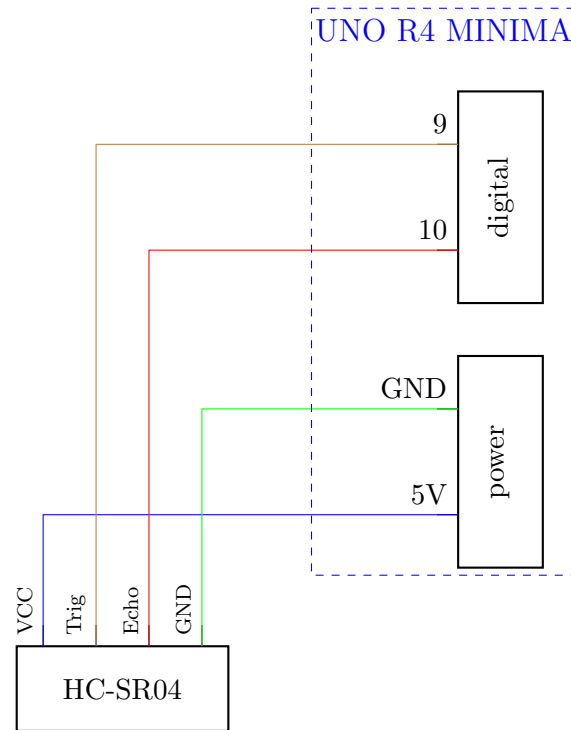

Figura 1.1: Conexión de sensor ultrasónico de distancia
1. Conecte el sensor HC-SR04 tal como se muestra en la Figura 1.1